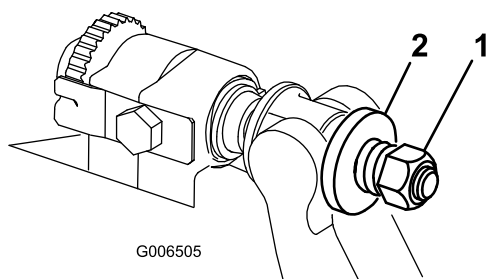

Figura 37
4. Serrate il dado di tensione della molla finché la molla non si piegherà, quindi allentate di 1/2 giro (Figura 37).